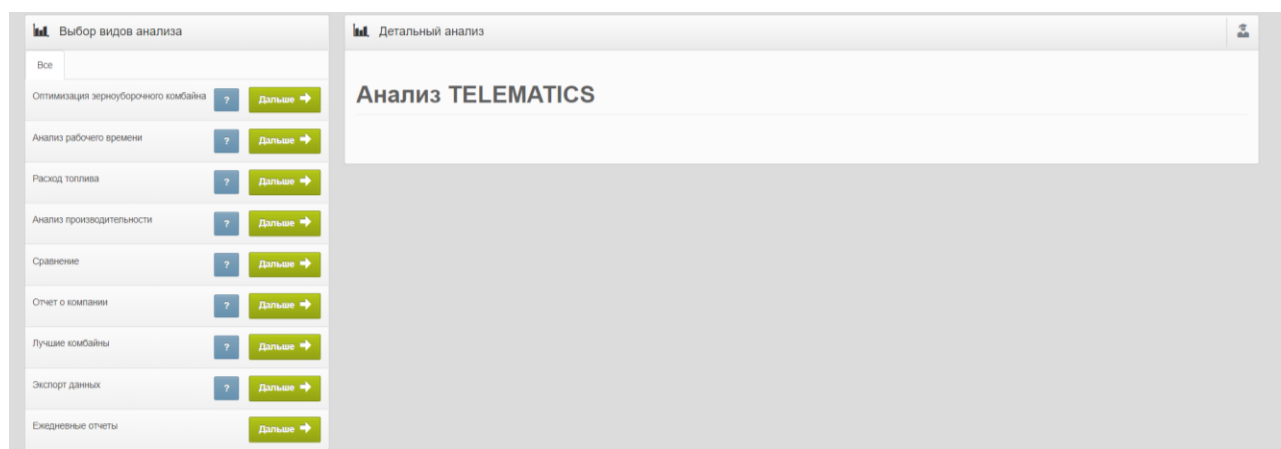

Рисунок 5.22 – Переход к режиму **Анализ Telematics**
11. Перейдите к вкладке **Анализ** на панели главного меню (рисунок 5.22).